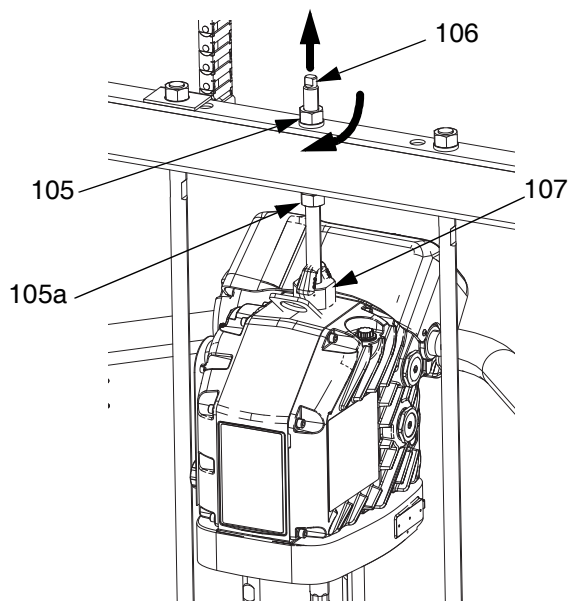

FIG. 36
1. Inserte la bomba de desplazamiento (AC) en el plato (AD). Consulte los pasos de **Conexión del plato** en la página 45.
3. Conecte el controlador (AB):
- a. Use una llave en la tuerca (105) en la parte superior de la barra del elevador para bajar el controlador (AB) hasta la bomba de desplazamiento (AC). Vea la Fig. 36 en la página 46. Enrosque la tuerca (105) y apriétela debajo de la barra del elevador. Apriete la tuerca (105) debajo del travesaño a 34 N•m (25 lb-pie) como máximo.